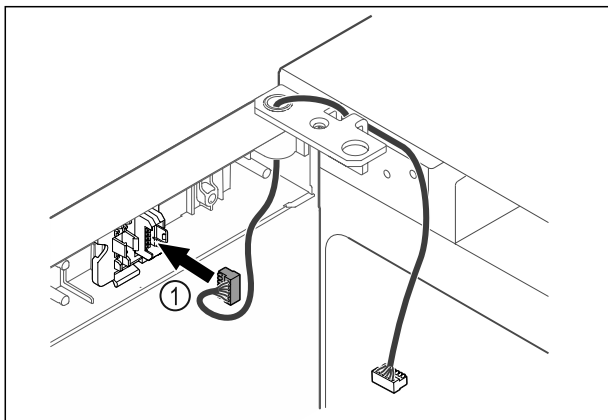

Fig. 48
- ▶ Zasuňte zástrčku Fig. 48 (1) do držáku zástrčky.